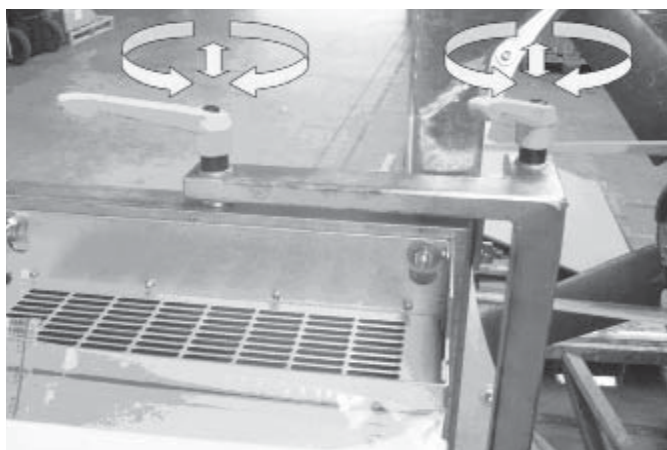

Abbildung 1: Fixierung des Frequenzumformers (FU)
- Haben Sie den Ventilator sicher positioniert, schwenken Sie bitte den Frequenzumformer aus dem Gestell heraus in eine Position möglichst aus dem Ansaugbereich und fixieren Sie die Schwenkvorrichtung mit den zwei Knebelgriffen (Abbildung 1). Die Griffe haben eine „Ratschen“-Funktion: durch Anheben, zurückdrehen und erneutes Einstecken, lassen sich die Griffe gut handhaben.